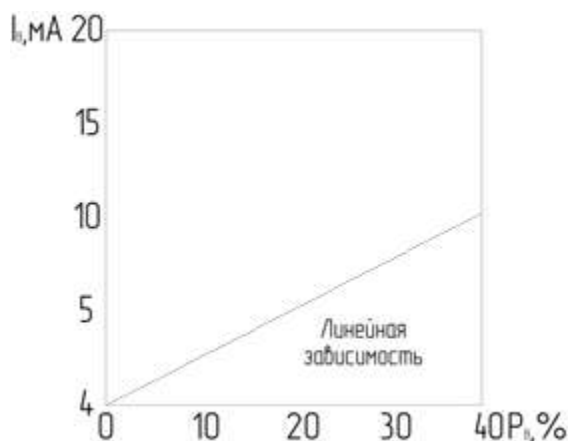

Рисунок 31 – График «ЛИН»
- «ЛИН» – пропорционально дифференциальному давлению (Рисунок 31 и 32);